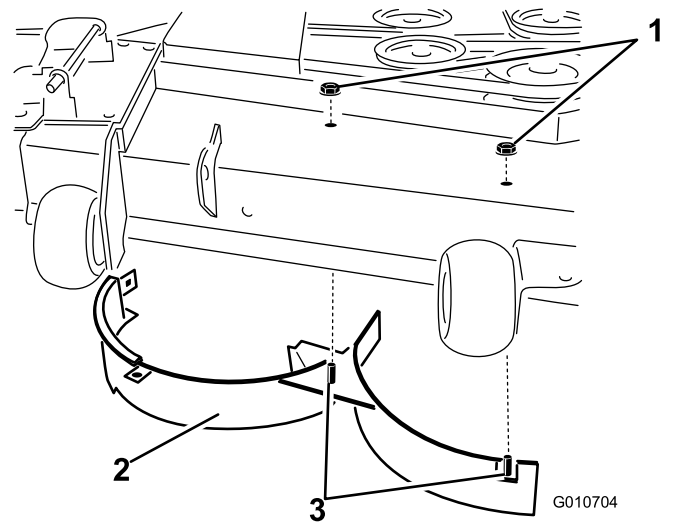

Figura 36
11. Rimuovete i 2 dadi di bloccaggio (5/16 poll.) che fissano i perni saldati del deflettore destro in posizione centrale e destra, sulla parte superiore del piatto di taglio (Figura 36).
12. Rimuovete il bullone a testa tonda e il dado di bloccaggio fissati sul deflettore destro sulla parte superiore del piatto di taglio e rimuovete il deflettore destro dal piatto di taglio (Figura 36).